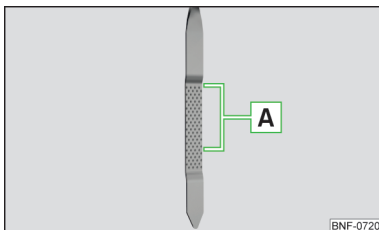

Fig. 139
Oliestanden kan ligge i området **A** » Fig. 139. Hvis oliestanden ligger under området **A**, skal du påfylde olie.
- Oliestanden må aldrig være uden for området **A** » Fig. 139 – risiko for beskadigelse af motoren og udstødningssystemet.